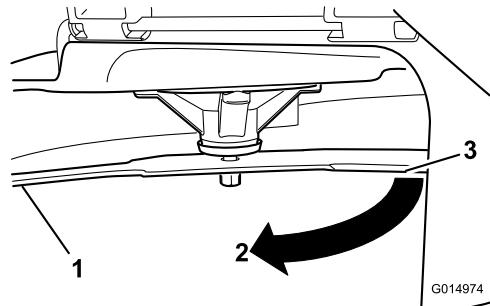

Рисунок 67
3. Измеренное расстояние между ножом и поверхностью (A)
4. Поверните тот же нож на 180 градусов, чтобы теперь его противоположная режущая кромка была в том же положении (Рисунок 67).